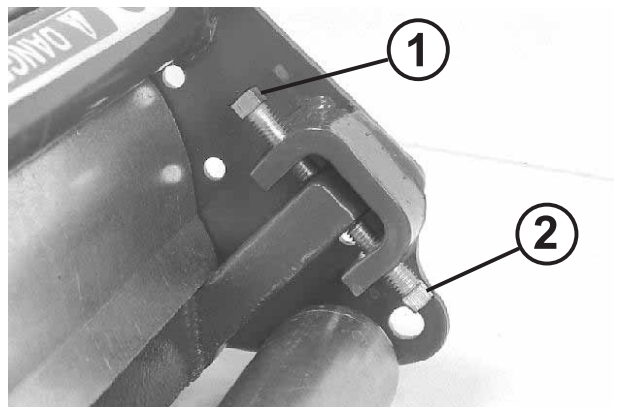

Fig. 10.2.2
1. Afloje los tornillos de ajuste inferiores de cada extremo girándolos aproximadamente 1/4 de vuelta a la izquierda (ver Fig. 10.2.2).